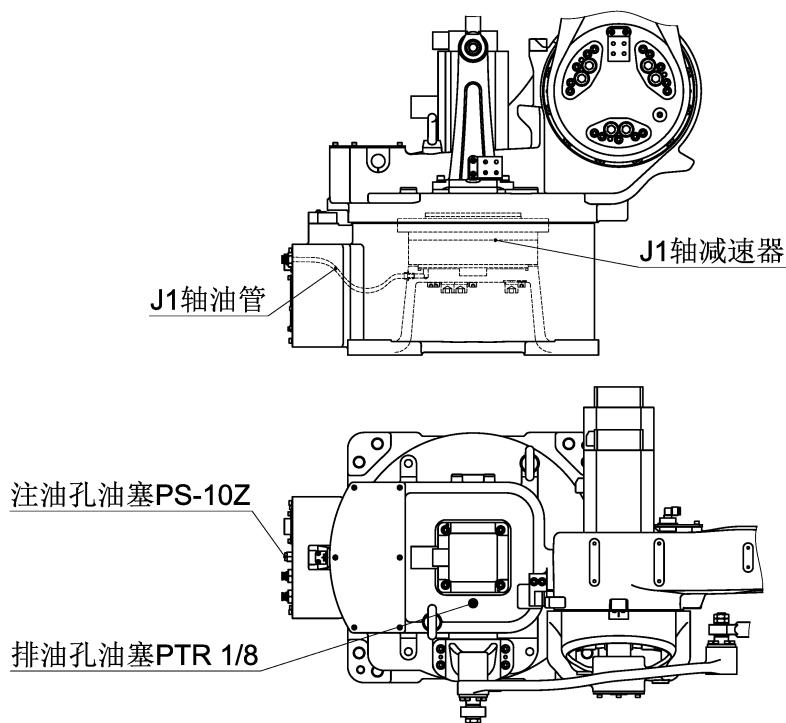

图 16 J1 轴局部结构
### (1) 油脂补充步骤（参考图 16）
- ③ 安装排油孔堵塞前，低速运转 J1 轴几分钟，使多余的油脂从排油孔排出；
- ④ 用布擦净从排油孔排出的多余的油脂，在排油孔安装堵塞。油塞的螺纹处应缠生胶带并用扳手拧紧。
### (2) 油脂更换步骤（参考图 16）